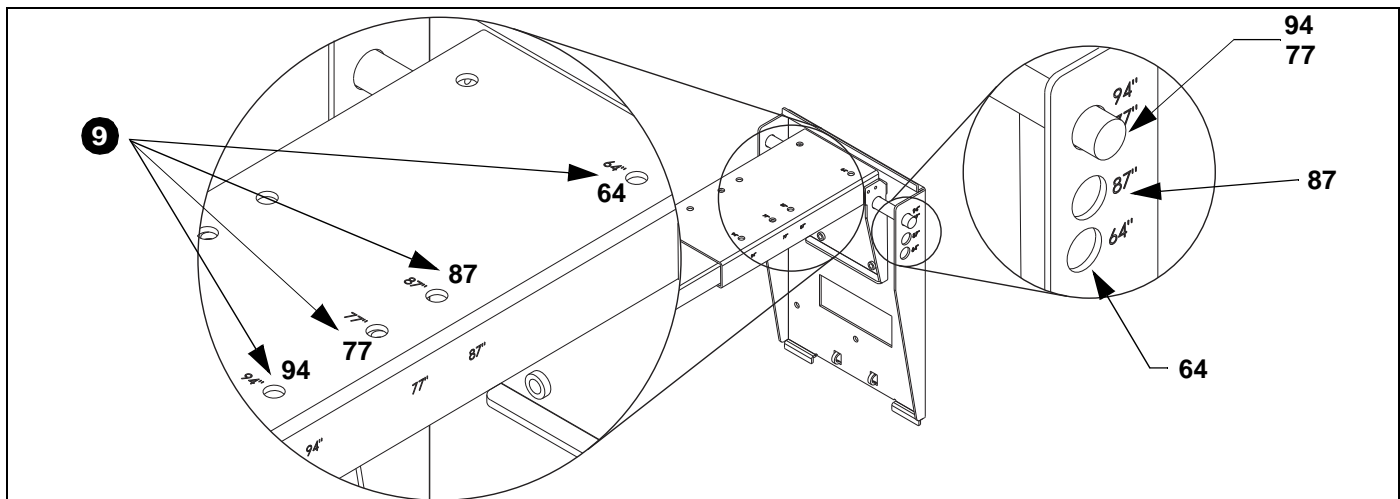

Figure 7
Voir figure 7 pour le positionnement du bras élévateur
9. Utilisez le matériel (mis de côté à l'étape 1) pour connecter le bras d'élévation au support SMART Board. (Voir Figure 7)